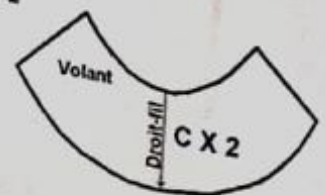

FIG. 4
- Retracez le contour en rectifiant les angles et les pointes formées au cours de l'écartement (fig.4).